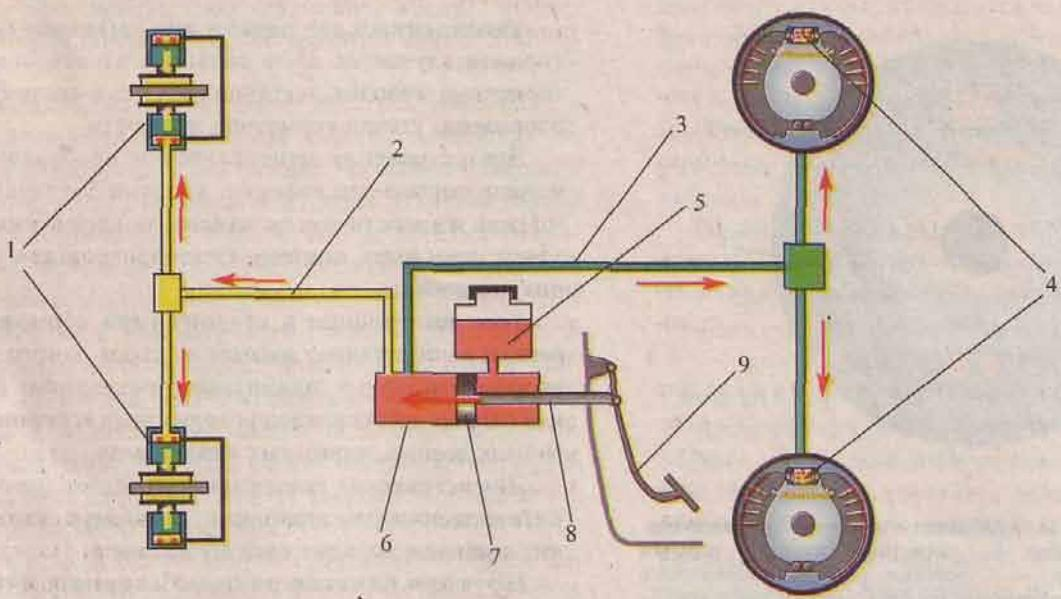

Рис. 51 Схема гидропривода тормозов
**Привод тормозов гидравлический** (рис. 51) состоит из: